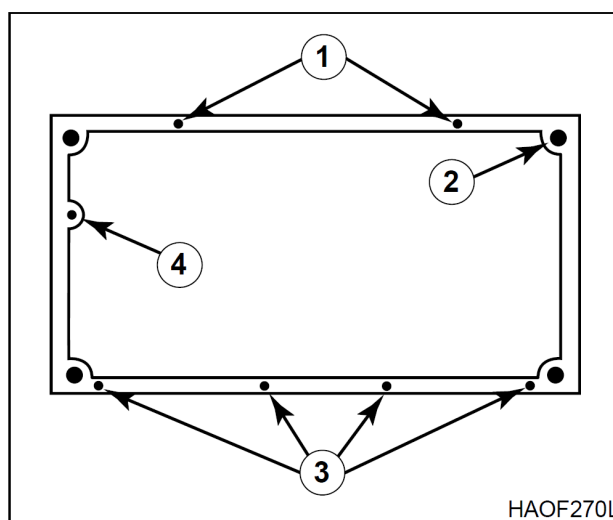

Рис. 9
3. Закрепить четыре крепежные гайки на четырех углах пола кабины (2, рис. 9).
4. Закрепить четыре болта с шестигранной головкой (3, рис. 9) на полу кабины со стороны двери.
5. Закрепить два болта с шестигранной головкой (1, рис. 9) на правой стороне пола кабины и один болт (4) на передней стороне пола кабины.